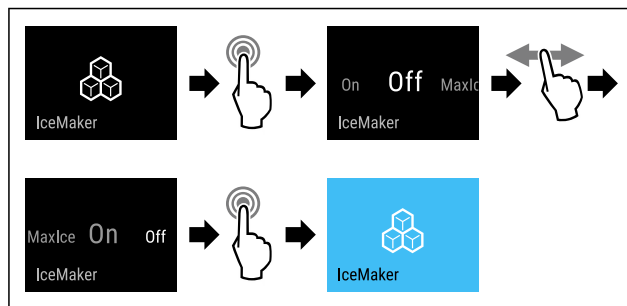

Fig. 16
► Izvedite zahtevane korake (glejte Fig. 16).